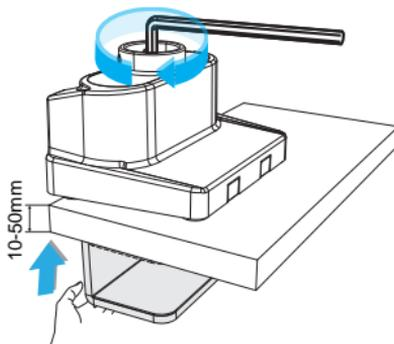

Abbildung 2
2. Schieben Sie die **Tischklemme** auf den **Tisch**. Benutzen Sie den **6mm Inbusschlüssel**, um die **Sechskantschraube** zu justieren und die **Tischklemme** zu befestigen. (Abbildung 2)